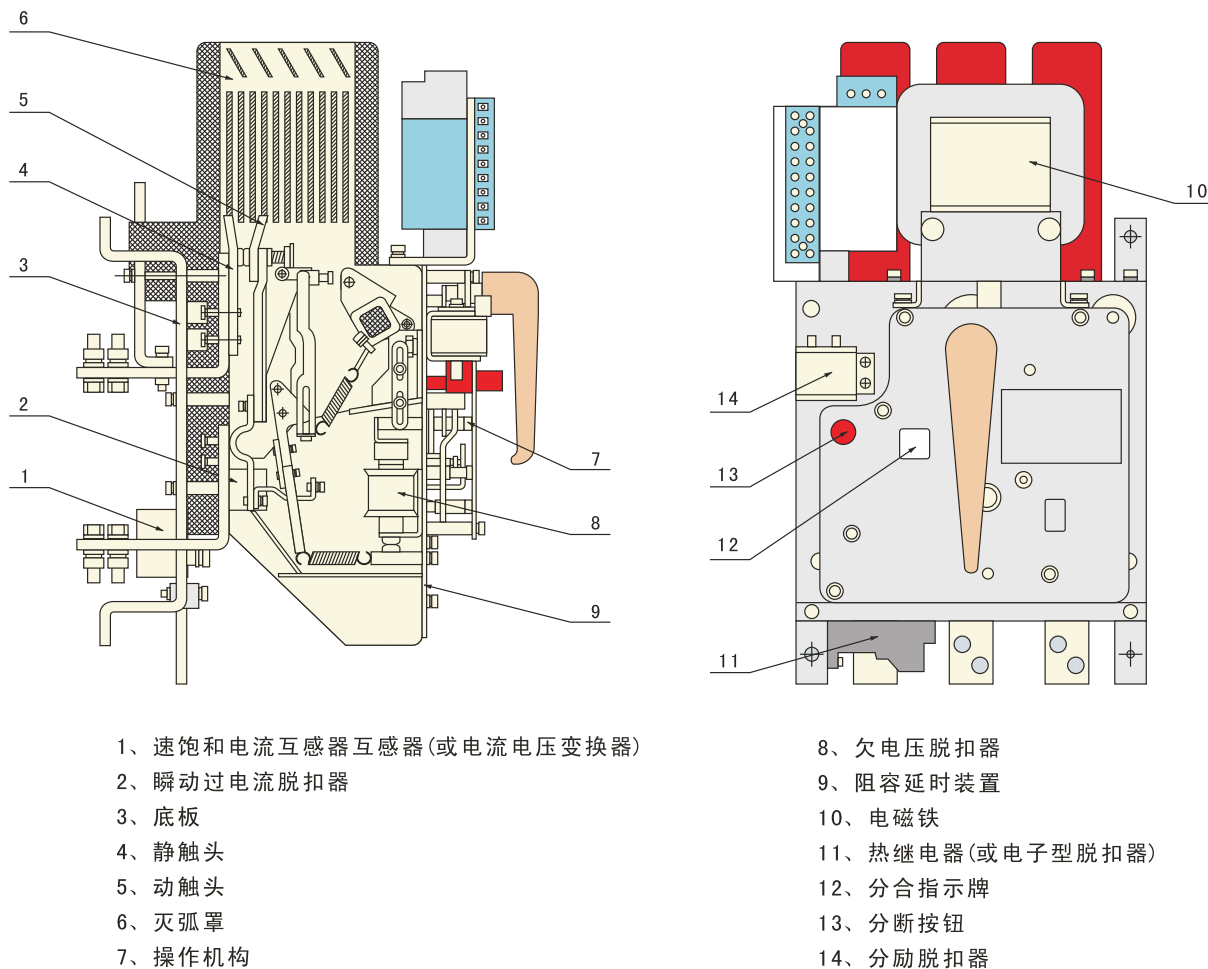

图5 断路器结构图
4.1.1 断路器及限流断路器均为立体布置形式，触头系统、瞬时过电流脱扣器、左右侧板安装在一块绝缘板上，上部装有灭弧系统，正前方为操作机构，在机构的左上方有“分”、“合”指示及手动断开按钮，操作机构的左上方装有分励脱扣器及DK-10或DK-1F电磁铁操作控制箱，中间装合闸电磁铁(单纯手动合闸闭合装置的断路器则不安装合闸电磁铁及操作控制箱)。其内侧装有欠电压脱扣器与脱扣半轴相连。速饱和电流互感器套在下母线上，热继电器分别装在断路器底部(见图5)。
热-电磁式过电流脱扣器具有过载长延时和短路瞬时保护功能。电磁式短路瞬时过电流脱扣器是由拍合式电磁铁组成，主回路母线穿过铁心，当发生短路时，由拍合式衔铁动作使断路器(限流断路器)断开(如图5所示)。出厂时，过电流瞬时整定倍数已调整完毕，用户不得自行调节。热式长延时过电流脱扣器是由速饱和电流互感器与带温度补偿的热继电器组成。当有过载电流发生时，热继电器中的动合触头闭合使分励脱扣器动作，从而使断路器(限流断路器)分断。